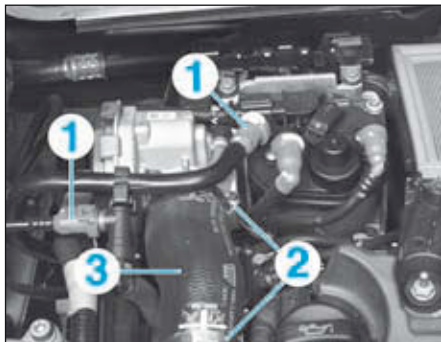

FIG.72
- Débrancher, obturer et écarter les canalisations d'alimentation (1) (Fig.72).
- Desserrer les colliers (2) et déposer le conduit d'air (3).